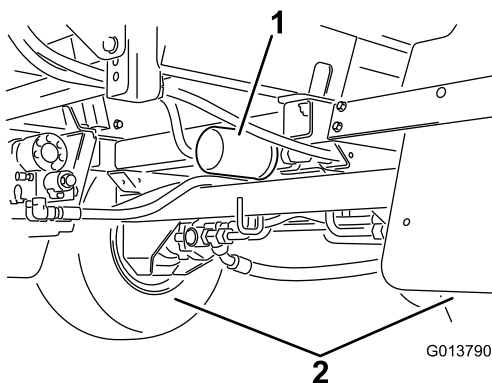

Bild 107
2. Ermitteln Sie die zwei Hydraulikfilter an der Maschine (Bild 106 und Bild 107).